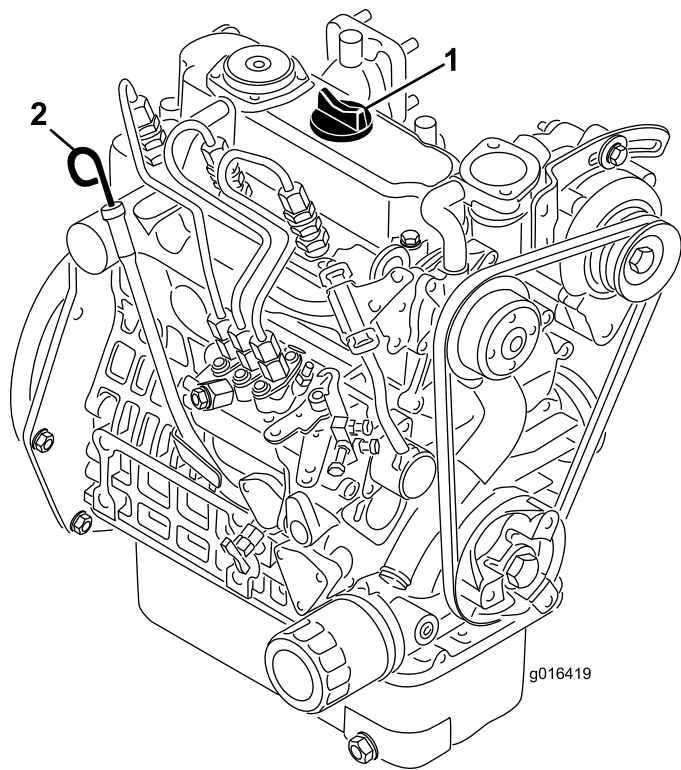

Figura 35
2. Retire la varilla y límpiela con un paño limpio (Figura 35).